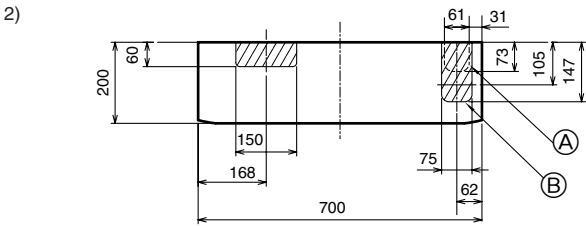

Fig. 3-8
- 2) Para tubagem para baixo ou esquerda para baixo (Fig. 3-8)